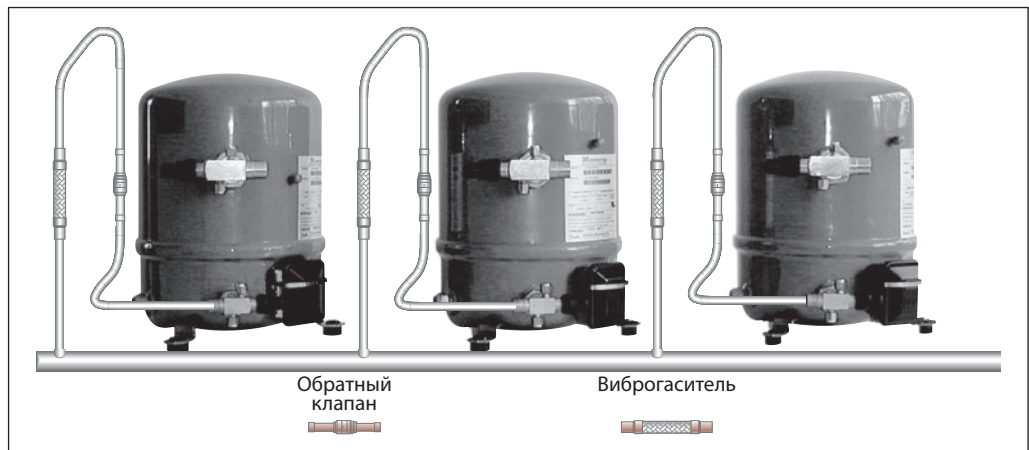

Рис.3.6. Схема нагнетательного коллектора при его размещении ниже уровня нагнетательных патрубков.
- По возможности устанавливайте нагнетательный коллектор ниже уровня нагнетательных патрубков компрессоров (см. рис. 3.6). Нагнетательные трубопроводы от компрессоров должны идти вниз и входить в коллектор со стороны его верхней образующей, что исключает риск обратного натекания хладагента в компрессоры. Для того чтобы предотвратить конденсацию пара в неработающем компрессоре, между нагнетательным патрубком компрессора и нагнетательным коллектором рекомендуется устанавли-